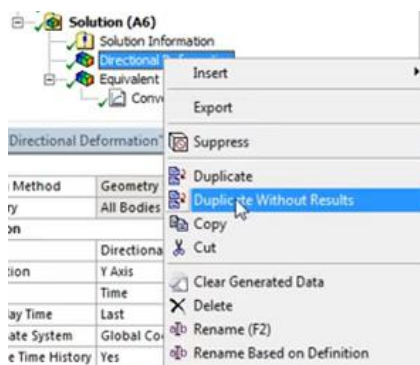

Рис. 18.
*Path* → *Solution (A6)* → *Directional Deformation* → *Duplicate Without Results* (рис. 18)